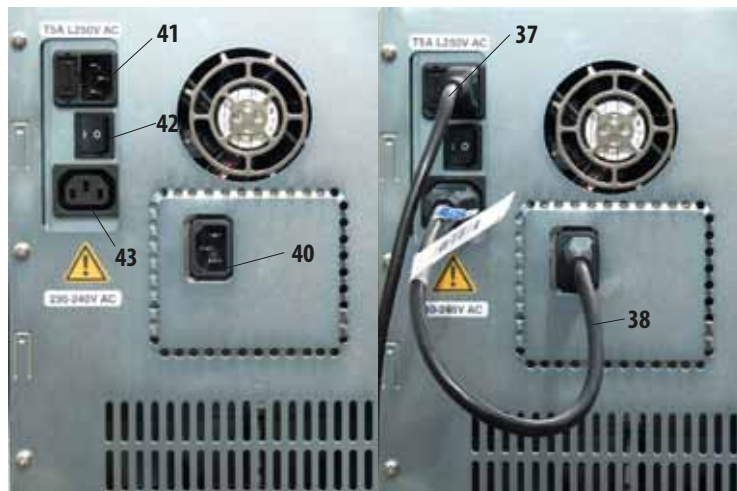

Рис. 4
Прибор должен быть установлен таким образом, чтобы к сетевому выключателю на задней стороне прибора (рис. 4, 42) в любое время имелся свободный доступ.
Рис. 4а
На рис. 4а для примера показано правильное соединение ASP300 S с источником бесперебойного питания (ИБП).
- Включите выключатель ON/OFF на задней стенке прибора (поз. 42 на рис. 4): положение (ON).
- Включите выключатель ON/STOP, расположенный на правой стороне прибора (ON).